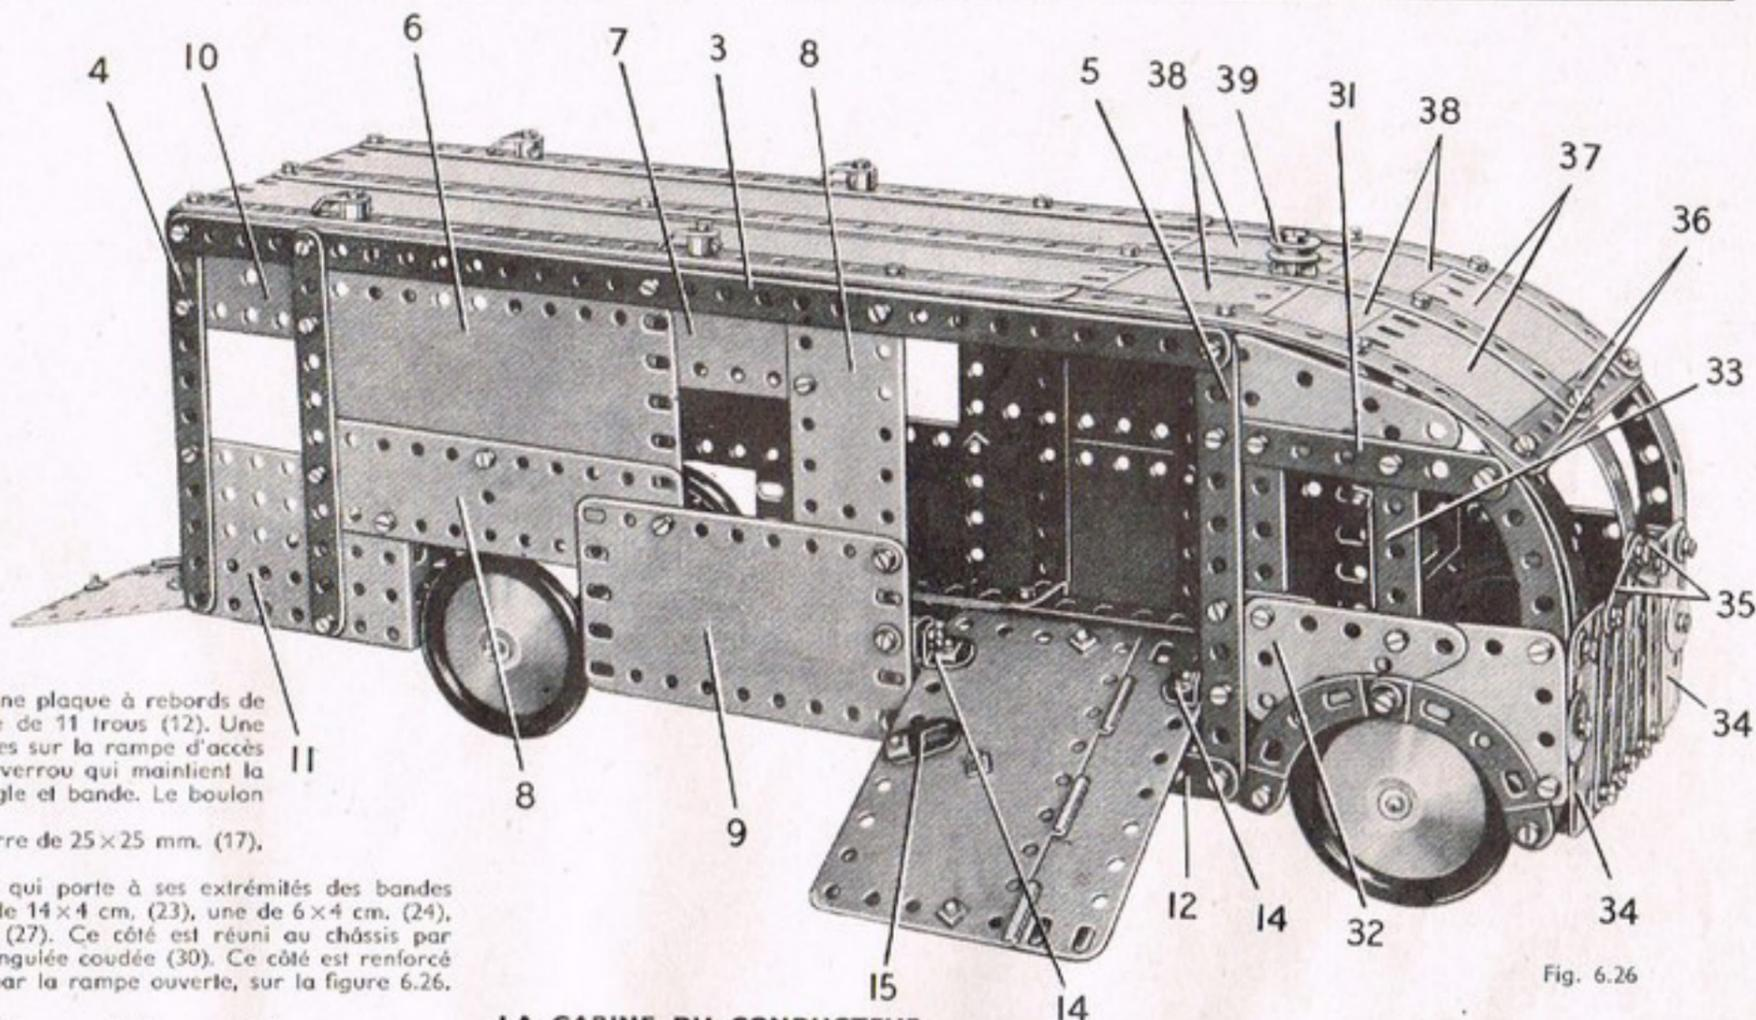
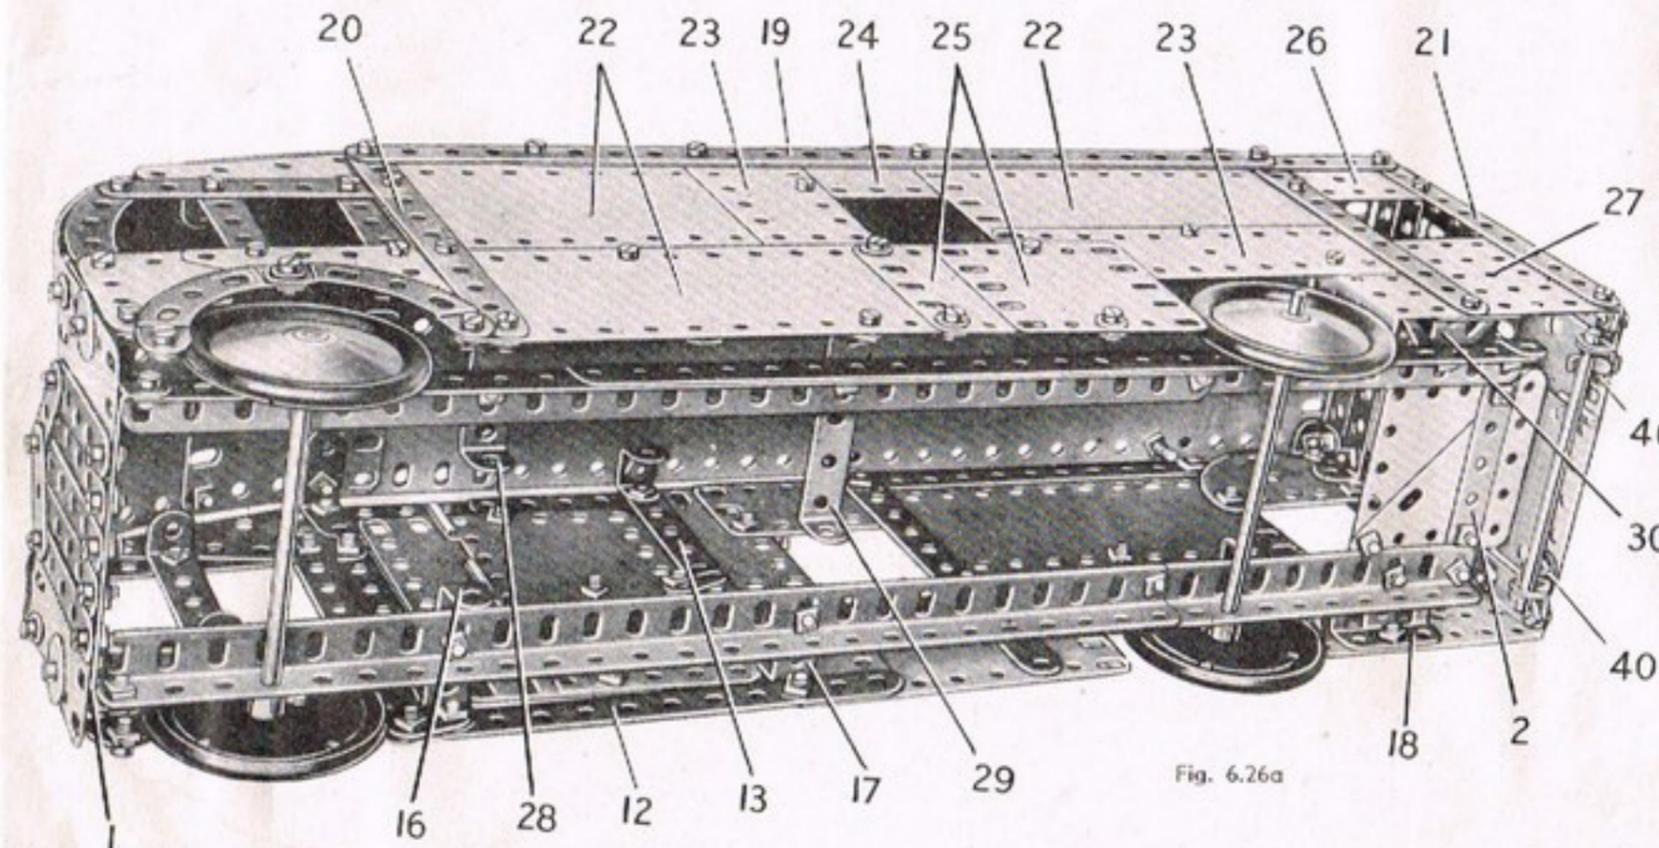

Fig. 6.26
Fig. 6.26a
Le côté qui apparaît sur la figure 6.26 est boulonné sur une bande (3) qui porte à ses extrémités des bandes de 11 trous (4) et (5). La bande (3) est constituée par deux bandes de 25 trous qui se recouvrent sur 21 trous. Le côté est recouvert par une plaque flexible de 14×6 cm. (6), une de 6×4 cm. (7), deux de 14×4 cm. (8), une de $11,5 \times 6$ cm. (9), une plaque semi-circulaire (10) et une plaque à rebords de 9×6 cm. (11). La plaque (9) est réunie à l'extrémité inférieure de la bande (5) par une bande de 11 trous (12). Une autre bande de 11 trous (13) renforce le bord des plaques (8). Deux équerres (14) sont boulonnées sur la rampe d'accès et elles sont articulées par contre-écrous à d'autres équerres fixées sur les bandes (5) et (13). Le verrou qui maintient la rampe fermée se construit en fixant un boulon de 9,5 mm. par un écrou dans un raccord de tringle et bande. Le boulon est ensuite passé dans la rampe et muni d'un support plat (15) tenu par deux écrous.
Le côté qui apparaît sur la figure 6.26a est monté sur un cadre constitué par une bande (19) qui porte à ses extrémités des bandes de 11 trous (20) et (21). Ce côté est recouvert par trois plaques flexibles de 14×6 cm. (22), deux de 14×4 cm. (23), une de 6×4 cm. (24), deux de 6×6 cm. (25), une plaque semi-circulaire (26) et une plaque à rebords de 9×6 cm. (27). Ce côté est réuni au châssis par une bande coudée de 38×12 mm. (28), une bande coudée de 60×12 mm. (29) et une embase triangulée coudée (30). Ce côté est renforcé par des bandes de 11 trous placées verticalement à l'intérieur. Deux de ces bandes sont visibles par la rampe ouverte, sur la figure 6.26.